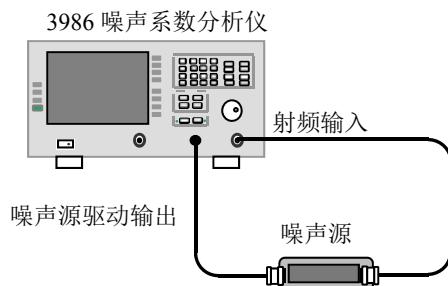

图 8.8 本机噪声系数测试框图
- 步骤 1.** 如图 8.8 所示连接测试设备，开机预热 30min。
**步骤 1.** 如图 8.8 所示连接测试设备，开机预热 30min。